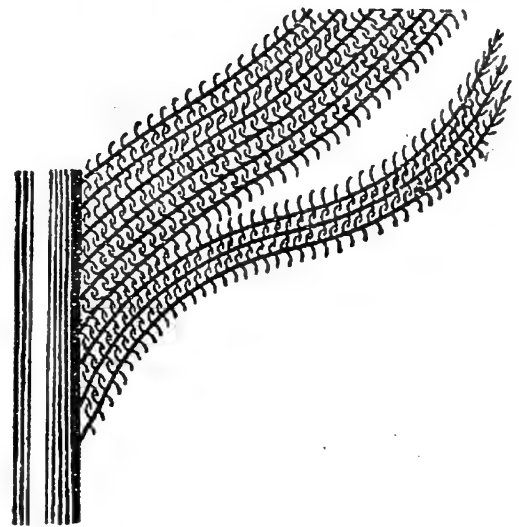

Fig. 10. — Les barbes de la plume, réunies entre elles par de petits poils
**4. Les barbes de la plume.** — La lame de la plume est formée de deux parties, souvent d'inégale largeur. Regardons cette lame en face d'une fenêtre : nous n'y distinguons pas la plus petite fente, pas le moindre trou où passe la lumière. Cependant nous pouvons la déchirer facilement ; avec une épingle, nous la divisons en minces filaments qui sont les *barbes* de la plume. Regardons-les avec une forte loupe : nous distinguons sur le bord de ces barbes de très petits poils (*fig. 10*) : ce sont eux qui attachaient étroitement les barbes l'une à l'autre, de façon à former une lame pleine, bien unie, bien régulière.